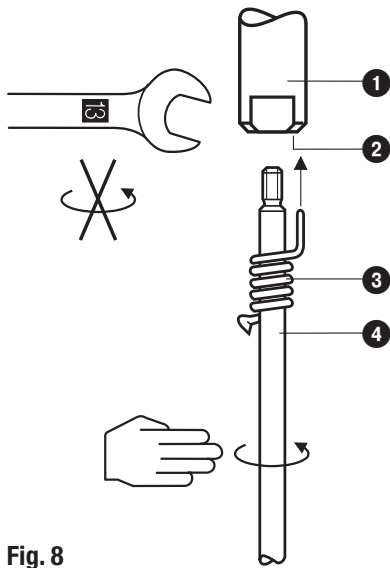

Fig. 8
1. Elektrodenverlängerung ④ in die Messelektrode ① einschrauben. **Fig. 8**
3. Maß auf der Elektrodenverlängerung ④ anreißern.
4. Elektrodenverlängerung ④ aus der Messelektrode ① herausdrehen und kürzen.
5. Nach Sichtprüfung die Verlängerung ④ in die Messelektrode ① fest einschrauben. Sicherungsfeder ③ auf der Elektrodenverlängerung ④ verschieben, bis diese in der Bohrung ② fixiert ist..